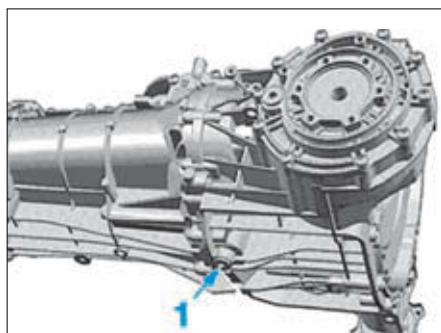

FIG. 1
- Déposer le bouchon de vidange (1) (Fig.1).